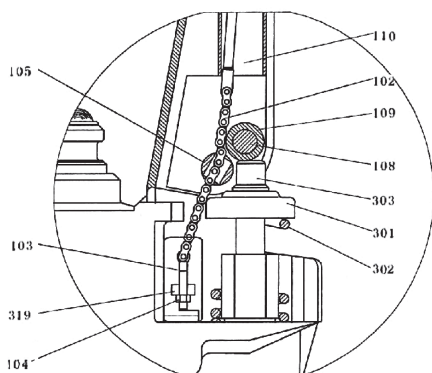

Fig. 3
- Sätt manövreringshandtaget (117) i "LOWER" läge, och trä därefter i justeringsmuttern (104), justeringsbulten (103) och kedjan (102) genom hålet i sprinten (105). Se fig. 3.